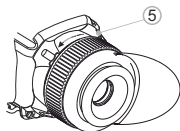

Рис. 4
- Поверните стопорное кольцо (5) окуляра против часовой стрелки до щелчка и снимите окуляр (рис. 4).
- Снимите крышку (13) с адаптера, повернув ее против часовой стрелки.
- Установите вкладыш (14) в адаптер (15) до упора (рис. 4) **Вкладыш должен устанавливаться суженной частью вперед!**